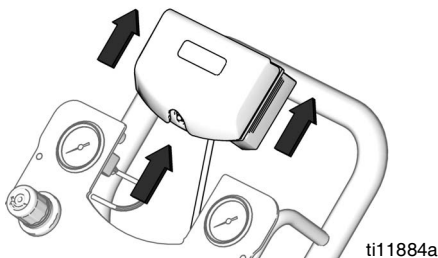

FIG. 11. Rimuovere DataTrak
3. Rimuovere il modulo DataTrak dalla staffa. Vedere FIG. 11. Trasferire il modulo e il cavo collegato in un'area non pericolosa.